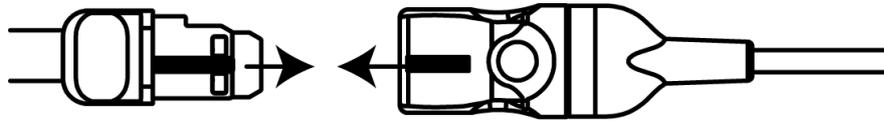

Abbildung 13-13 Anschließen eines Sensors an den Sensorkabel-Anschluss
- 3 Platzieren Sie den Sensoranschluss am vorderen Ende des Sensorkabel-Anschlusses, und richten Sie die Markierungen aneinander aus (Abbildung 13-13).